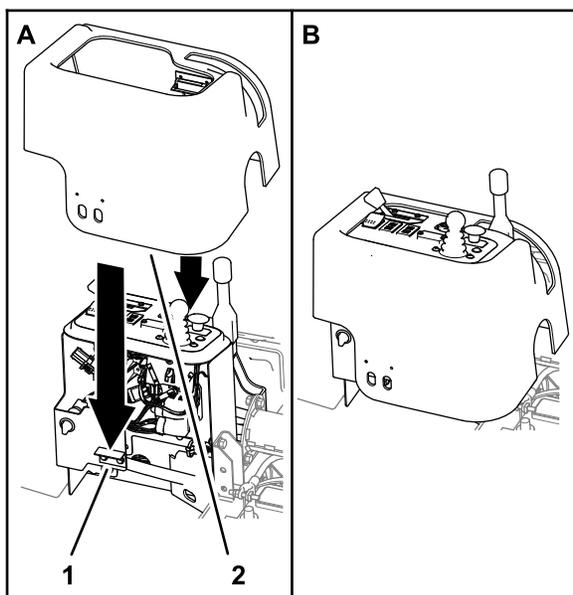

Figura 24
1. Alinee la cubierta de la consola sobre la consola (Figura 24).
2. Alinee la ranura en la cubierta con la palanca del freno de estacionamiento (Figura 24).
3. Baje la cubierta sobre la consola hasta que el cierre magnético de la cubierta se alinee con el soporte del cerradero en el soporte de la consola (Figura 24).